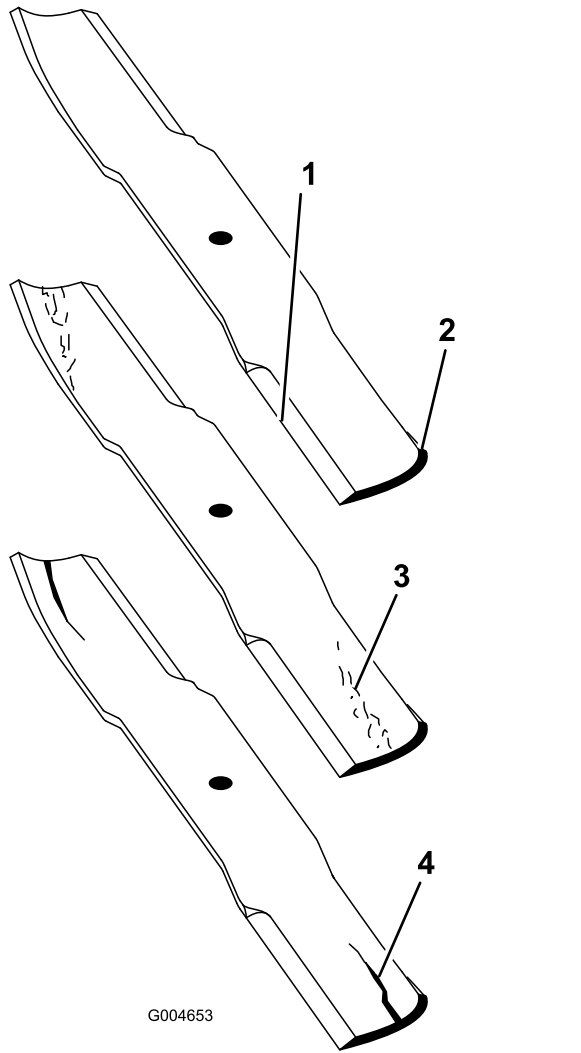

Bild 107
2. Prüfen Sie die Schnittkanten des Messers sorgfältig, insbesondere dort, wo die geraden Flächen die gebogenen berühren (Bild 107).
flachen mit den gebogenen Teilen verbindet, müssen Sie das Messer vor jedem Einsatz des Rasenmähers prüfen. Wenn Sie Abnutzungen (Bild 107) feststellen, sollten Sie das Messer auswechseln.